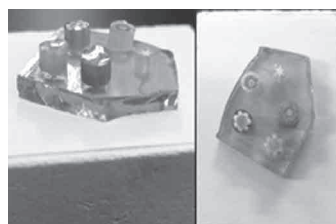

図 1
- (1) 耐火レンガにセラシートを乗せます。
- (2) セラシートの上にベースの板ガラスをセラシートからはみ出さないように置きます。
- (3) ミルフィオリのチップを選びます。
- (4) チップを板ガラスの上に場所を決めて置きます。
- (5) チップにのりを付けて、板ガラスに止めます（図 1）。
- (6) 850℃に設定した電気炉に耐火レンガごと入れて約7～15分加熱します。